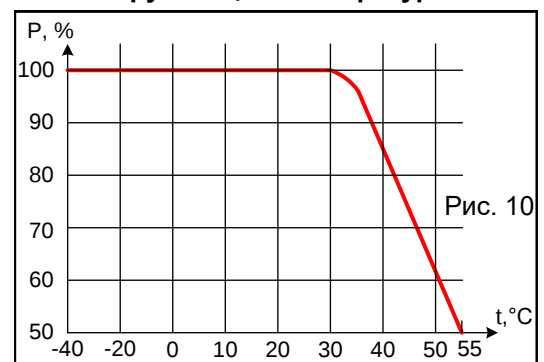

Рис. 10
1) При окружающей температуре выше + 35 °С требуется запас по току, см. рис. 10
ВНИМАНИЕ! при повышении температуры окружающей среды выше 35 градусов снижается нагрузочная способность регулятора (см. рис. 10).